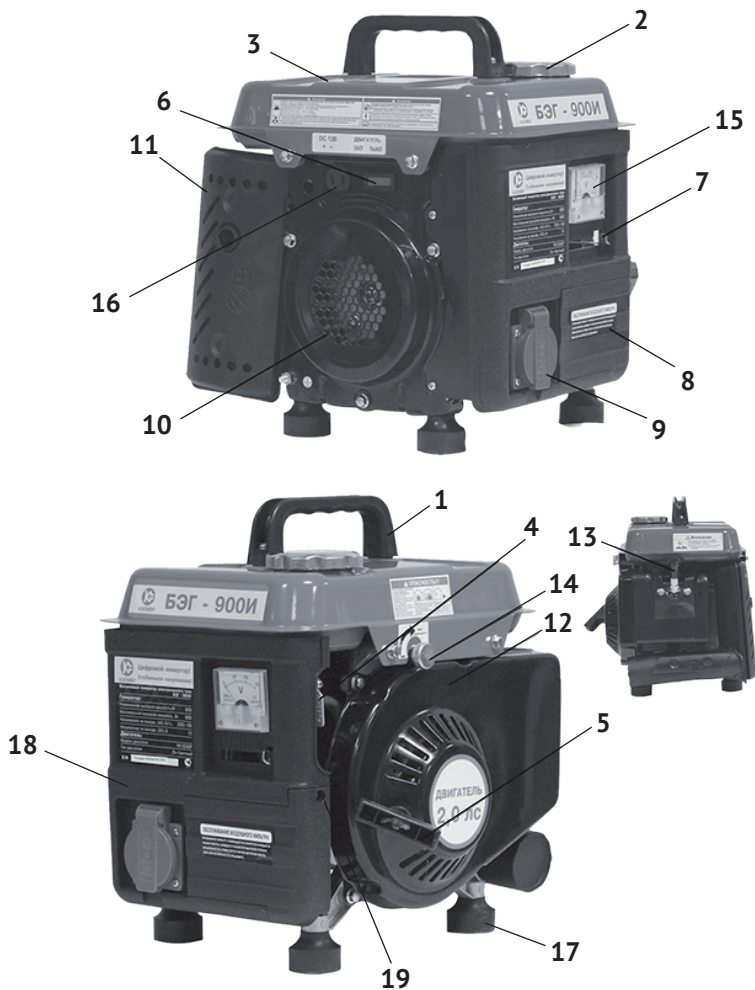

рис.1
Коленчатый вал, приводимый во вращение возвратно-поступательными движениями поршня двигателя (рис.1 поз.12), передаёт крутящий момент на вал якоря генератора. Передача осуществляется через коническое сопряжение ротора генератора и вала двигателя. При этом образуется самоцентрирующаяся трёхпорная схема соединения. С обмоток статора генератора напряжение подводится: через инверторную систему стабилизации на розетку однофазного переменного тока 220В (рис.1 поз.9), или через выпрямительный блок на розетку постоянного тока (рис.1 поз.16). Инверторный преобразователь позволяет бензогенератору выдавать энергию с максимально стабильными параметрами, что позволяет использовать его для питания чувствительных электроприборов и электроники.
2.4 Общий вид бензогенератора представлен на рис.1
3.2 Бензогенератор оснащён одноцилиндровым двухтактным двигателем внутреннего сгорания с верхним расположением клапанов и нижним расположением коленчатого вала. Верхнее расположение клапанов снижает теплонапряжённость двигателя. При этом достигается более высокая выходная мощность в меньшем рабочем объёме при эффективном сгорании топлива. Двигатель имеет карбюраторную систему питания. Пуск двигателя осуществляется ручным тросовым возвратным стартёром (рис.1 поз.5).
3.4 Основным несущим узлом бензогенератора является блок двигатель-генератор, на котором закреплены: топливный бак (рис.1 поз.3), глушитель (рис.1 поз.11) и пластиковый корпус панели управления. Воздушный фильтр размещён в нижней части корпуса панели управления (рис.1 поз.18).
Открутите крышку топливного бака (рис.1 поз.2). Заливайте топливо в бак не более чем на 1 см ниже уровня основания заливной горловины. Перед запуском двигателя тщательно протрите крышку топливного бака, удалив возможные при заправке брызги топлива.
- открыть топливный кран (рис.1 поз.4);
- перевести выключатель зажигания (рис.1 поз.6) в положение «ВКЛ»;
- перевести рычаг воздушной заслонки (рис.1 поз.7) в положение «закрыто» - (крайнее левое положение) при пуске холодного двигателя (для прогретого
- резко, с усилием потяните рукоятку стартера (рис.1 поз.5) до упора, повторите действие ещё раз, если двигатель не завёлся.
- отключить потребителей электроэнергии от розетки (рис.1 поз.9);
- перевести выключатель зажигания (рис.1 поз.6) в положение «ВЫКЛ»;
- закрыть топливный кран (рис.1 поз.4).
Подключение нагрузки потребителя к розетке переменного тока (рис.1 поз.9) производится в следующем порядке: